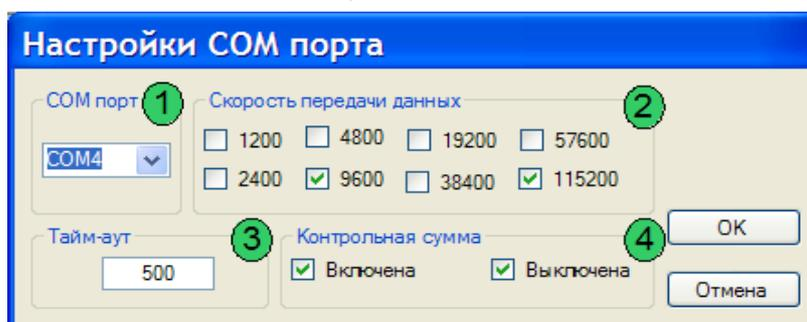

Рис. 2.4. Окно настройки порта
На рис. 2.4 представлено окно настроек порта сканирования (под сканированием понимается поиск модулей).
2. Скорость передачи данных порта может быть любой из указанных на рис. 2.4. Если указать несколько скоростей, то поиск будет выполняться последовательно на каждой из них.